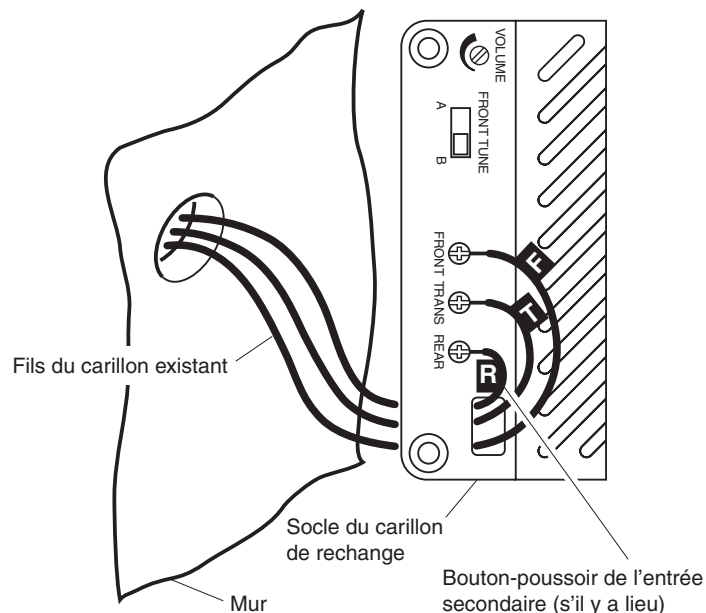

**Figure 1 - Carillon électronique
7. Déterminez le type de montage du couvercle. Avec un couvercle suspendu, les tiges du couvercle devraient être visibles (voir les Figures 1 et 3).